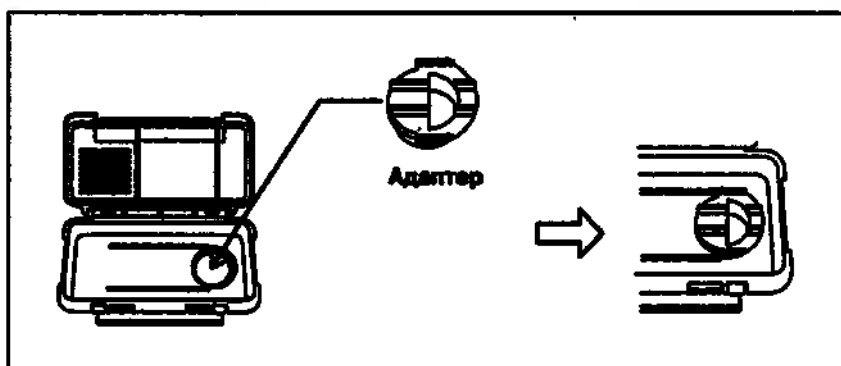

Рис. 4.7
4. Присоедините корпус газового фильтра к крышке моечной ванны. Присоедините адаптер таким образом, чтобы капли воды не проникали внутрь из моечной ванны (Адаптер не должен присоединяться к корпусу с газовым фильтром, предназначенной для бака с дезинфицирующим раствором (см. рис. 4.7).